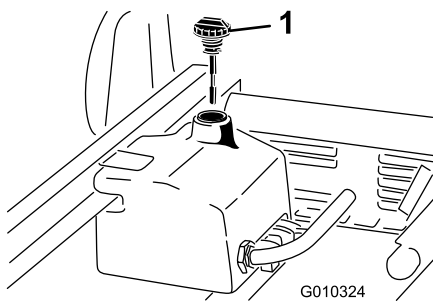

Рисунок 19
1. Очистите зону вокруг заливной горловины и крышки гидравлического бака (Рисунок 19). Снимите крышку с заливной горловины.
2. Извлеките измерительный щуп (Рисунок 19) из заливной горловины и протрите его чистой ветошью. Вставьте измерительный щуп в заливную горловину; затем извлеките его и проверьте уровень жидкости. Уровень жидкости должен находиться между двумя метками на измерительном щупе.